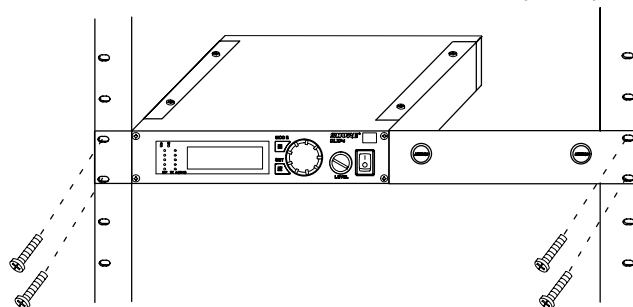

FIGURE 50
3. Glisser le récepteur dans un rack de matériel audio de 19 po. Se reporter à la figure 50.